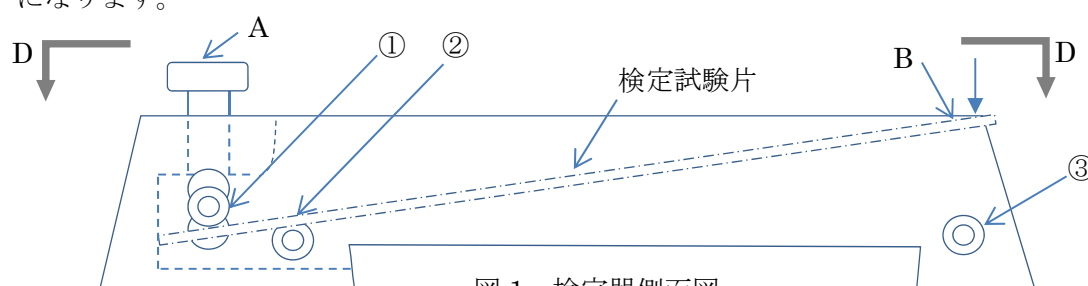

図 1 検定器側面図
- (1) セット手順 検定試験片の膜面が上面になるように、図 1 のバー①と②の間に差し入れ、ねじキャップ A で回しながら試験片を上下させ、その上面をノック B の上部レベルに合わせて下さい。